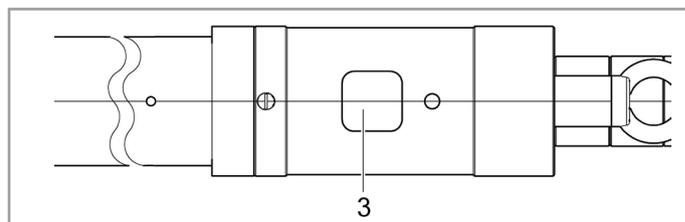

Abb. 6 Schließung starten
3. Taste START (Abb. 6/3) dröcken.
Beim Betätigen der Taste START (Abb. 6/3) oder Startauslösung durch externe Ansteuerung können Finger gequetscht werden.